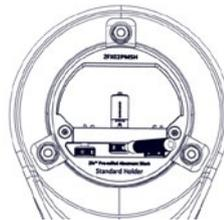

Figura 5.
- × Con la herramienta de la llave de seguridad, apriete los blanks para pilares prefresados en los tornillos azules hasta que los blanks estén completamente fijados (Figura 5).